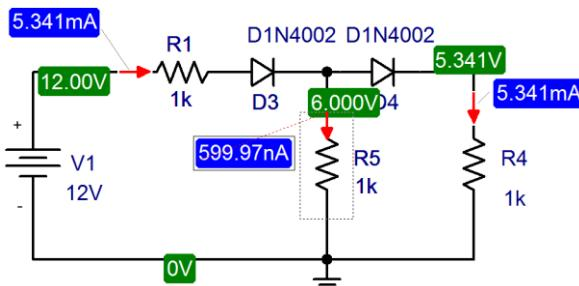

Figura 1.67 – Circuito misto com diodos, com falha (medidas diferentes do circuito teórico da Figura 1.66).
a) Os resultados para tensão indicados na Figura 1.67 estão corretos? Verifique com cálculos.
b) Se, ao montar este circuito, foram medidos os valores de tensão e corrente indicados na Figura 1.67, qual (ou quais) componente(s) apresenta(m) falha? É uma falha de curto-círcuito ou de circuito-aberto?